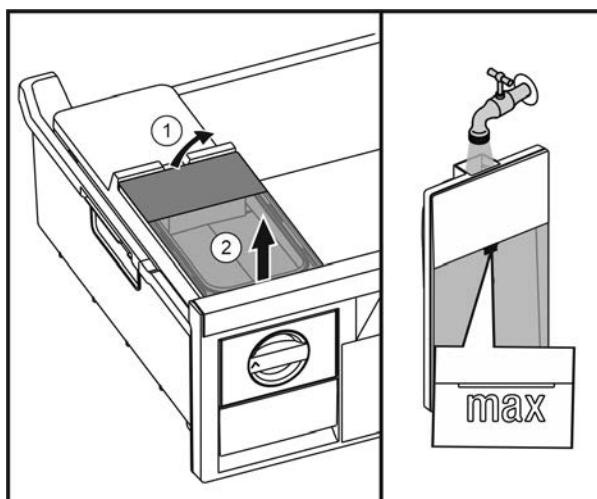

Fig. 31
- ▶ Поднять бак для воды сзади Fig. 31 (1) и извлечь движением верх Fig. 31 (2).